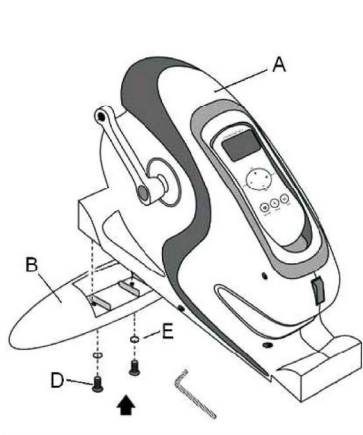
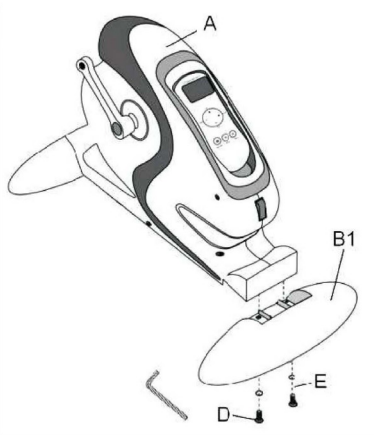

Fig. 2
Fig. 3
1. Installez la barre stabilisatrice (B) avec le corps principal (A) comme indiqué sur la Fig. 2.
2. Conservez fermement la vis (D) et la rondelle de cultivateur (E) et les conduisez lentement avec le clé hexagonale (F).
3. Installez la barre stabilisatrice arrière (B1) marquée avec le corps principal (A) comme le montre la fig. 3.